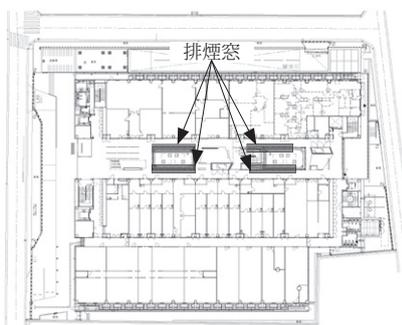
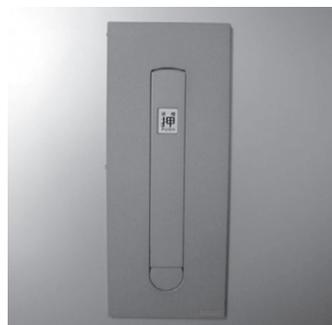

図1-4-10. 1階の排煙窓の設置位置
図1-4-11. 排煙窓の開放スイッチ
- 1階には、排煙窓が設置してあります（図1-4-10参照）。火災発生時には、スイッチ（図1-4-11）を押して手動にて開放してください。